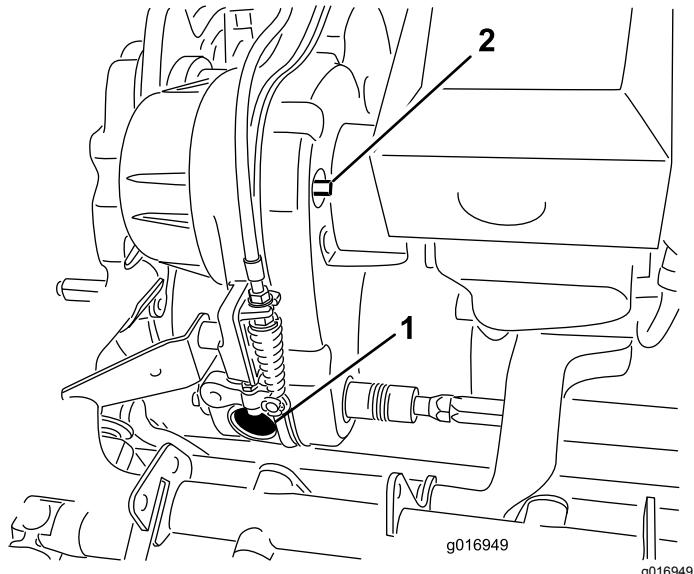
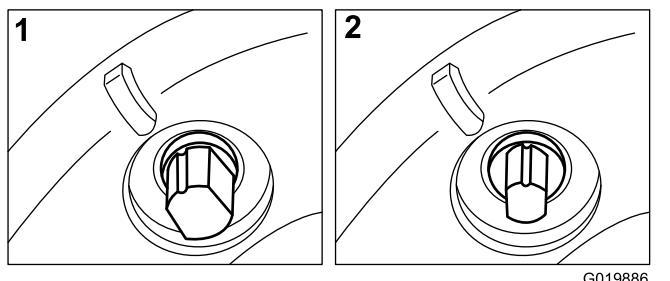

Figure 47
Figure 48
Retirez l'obturateur en caoutchouc (Figure 47) qui occupe le trou à l'avant de la transmission pour pouvoir observer l'embrayage du cylindre quand vous effectuez les réglages.
La courroie de transmission est tendue par une poulie rappelée par ressort. Si vous devez engager/désengager la tension de la courroie, utilisez une clé de  $\frac{3}{8}$  pouce pour tourner l'arbre d'engagement/désengagement (Figure 47) à la position voulue. Tournez l'arbre de  $1/4$  de tour dans le sens horaire pour désengager la poulie de tension de la courroie (Figure 48).
**Remarque:** Retirez l'obturateur en caoutchouc (Figure 47) qui occupe le trou à l'avant de la transmission pour observer l'embrayage.